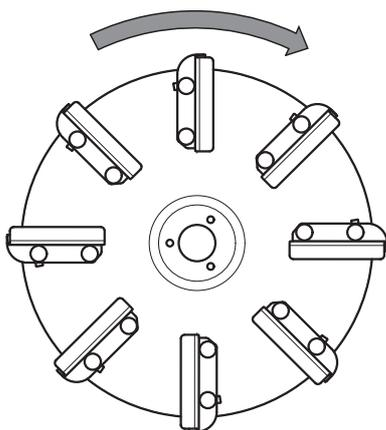

Imagen 7.10: Sentido de giro del disco de dispersión
1. Tener en cuenta sentido de giro del disco de dispersión. Véase imagen 7.10.